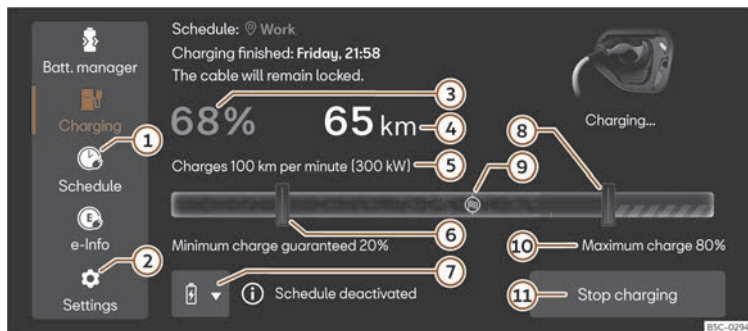

Fig. 67 În sistemul Infotainment: Meniul principal Încărcare.
2. Apăsați butonul   >>> **fig. 67**.